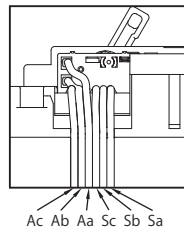

図4 配線位置
**ご注意** 付属装置カバーを閉じる際に、リード線を挟まないように配線位置に注意してください。(図4)